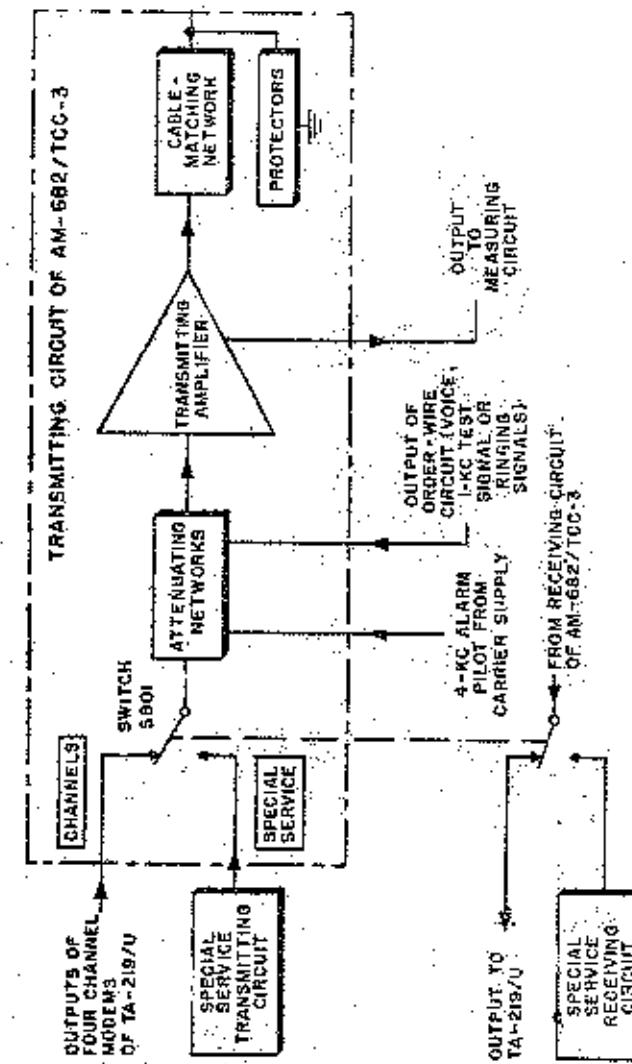

Fig.18 AM-682/TCG-3 - Schema a blocchi dei circuiti di trasmissione
l) Schema a blocchi dei circuiti di trasmissione dell'AM-682 (fig.18)